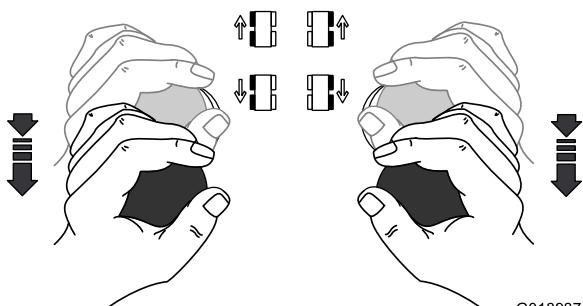

Figura 40
- Para desplazar la máquina **hacia atrás**, sujeté las palancas de control de tracción con las manos y tire hacia atrás de ambas palancas. Para detener la máquina, ponga las palancas de control de movimiento en la posición de punto muerto (Figura 40).